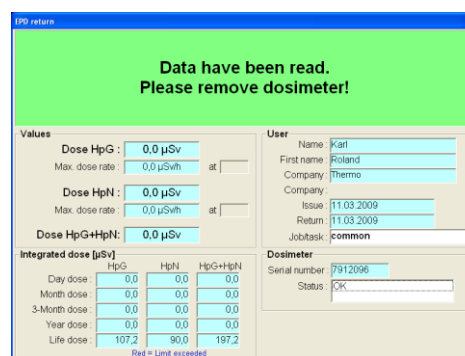

Рисунок 5
11. Доза отобразится на дисплее и сохранится в базе данных (Рис. 5).